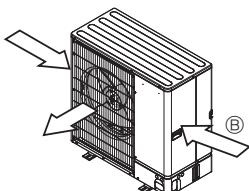

Fig. 2-6
- ③ Posisjoner enheten slik at luftutløpet står vinkelrett på den rådende vindretningen for årstiden, hvis det er mulig.(Fig. 2-6)